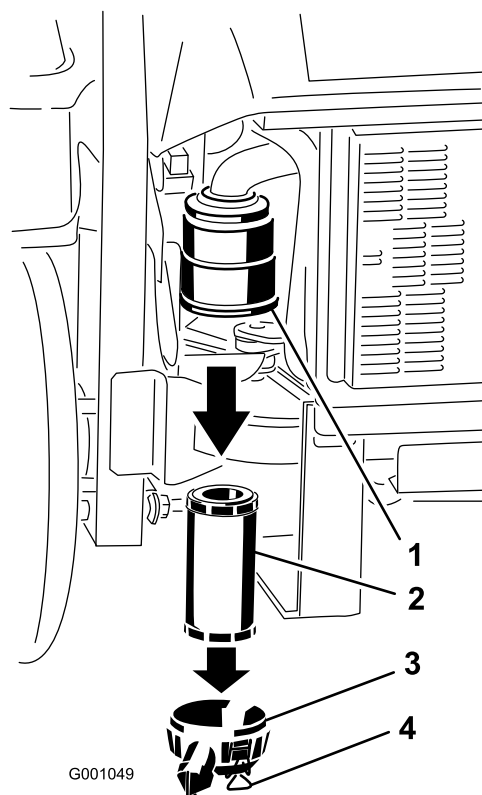

Figura 37
3. Abra los cierres del limpiador de aire y tire de la tapa del limpiador de aire para separarla de la carcasa del limpiador de aire (Figura 37).
5. Extraiga con cuidado el filtro del cuerpo del limpiador de aire (Figura 37). Evite golpear el filtro contra el lado de la carcasa.